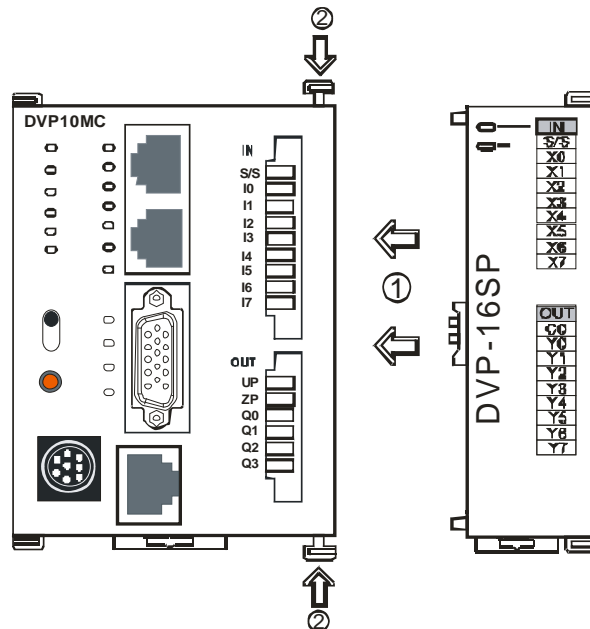

图 3.2.10
- 将 DVP10MC11T 主机右侧上下两端的扩展模块卡口打开，将 DVP16SP11T 模块沿四角上的导入孔装入，如图 3.2.10 步骤 1 所示。
- 压入 DVP10MC11T 主机上下两端的卡口，卡紧模块以保证接触良好，如图 3.2.10 步骤 2 所示。